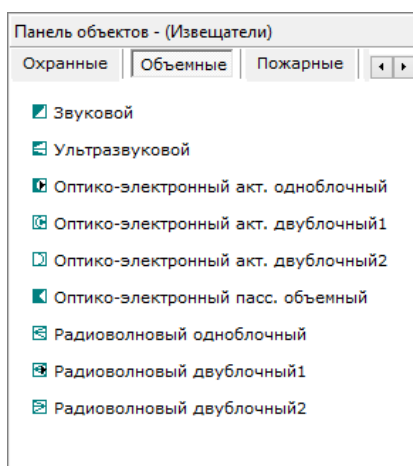

Рисунок 6-491 Панель объектов - Извещатели вкладки "Объемные"
- Объемные (см. Рисунок 6-491),